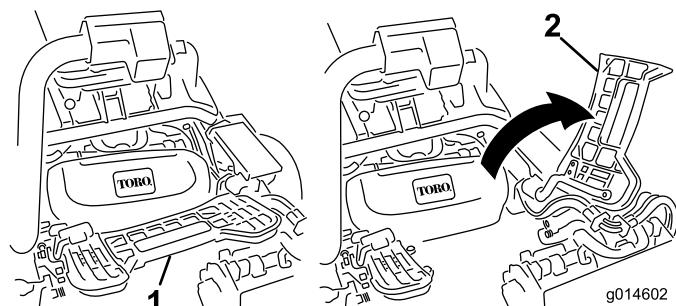

Figura 32
1. Sollevate il poggiapiedi e ruotatelo fino all'apertura, per consentire l'accesso alla posizione dell'apparato di taglio centrale.(Figura 32)